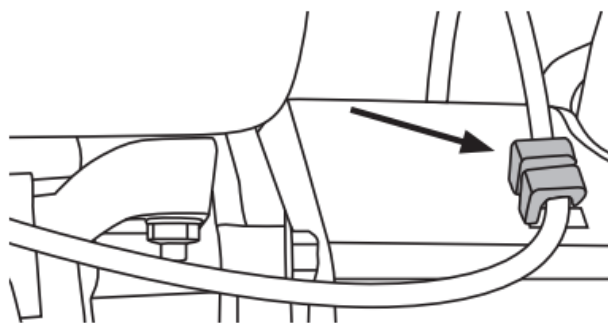

Рисунок 5
(5) Закрепите трос управления приводом шнека в кабельном зажиме на кожухе ремня (рис.5).